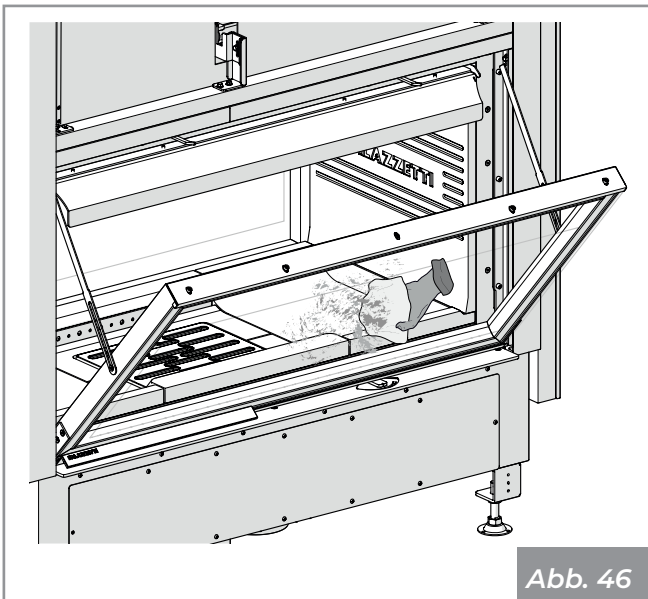

Abb. 46
- 3) Reinigen Sie das Glas mit einem feuchten Tuch oder mit angefeuchtetem Papier mit Asche (Abb. 46).